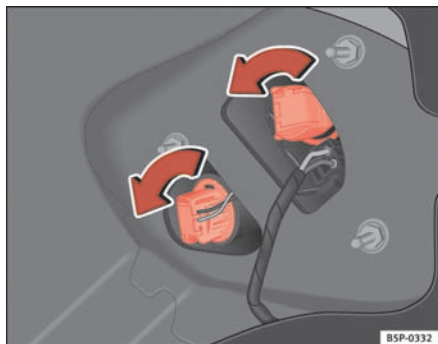

Fig. 196 Baglygter på karrosseriet
- Drej pærefatningen mod venstre ⇒ fig. 196.